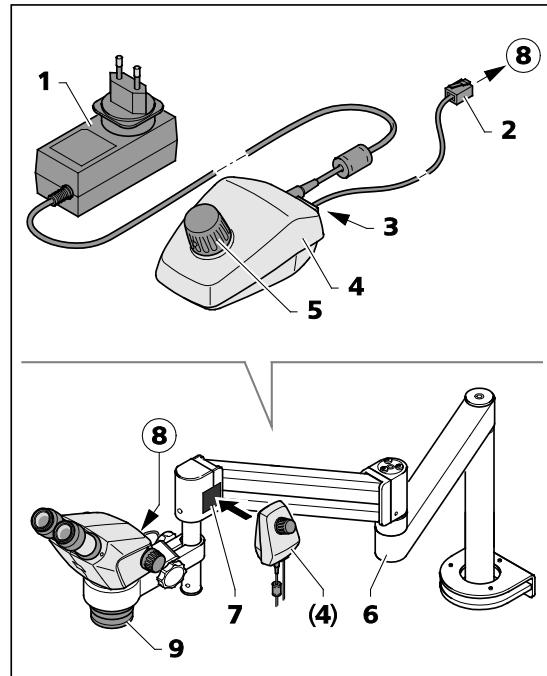

图 24 K LED 控制器
控制器 K (图 24/4) 用于在使用镜臂 A 或 U 或其它镜臂时，控制 Stemi 305 主机的垂直照射或环状光源。
- 将前端系统 0.5x/185 mm (图 24/9) 固定在显微镜主机上。
- 在使用环状光源时，通过随附的适配器（内直径 58 mm，外直径 66 mm）将其适配在前端系统 (图 24/9) 上。
- 将磁盘(图 24/7) 的吸磁面固定在摇臂镜臂上。
- 将随附的连接电缆（长 1 m）(图 24/2) 插入显微镜主机和环状光源插槽 (图 24/8) 以及控制器 K (图 24/4) 背面插槽 (图 24/3)。
- 将控制器 K (图 24/4) 放置在磁盘 (图 24/7) 上。
- 用电源 (图 24/1) 将控制器 K 通上电。
- 调整摇臂镜臂 (图 24/6)，使其达到符合人类工 程学的工作位置。
- 按下控制器 K 的旋钮 (图 24/5) 打开垂直照射 (或环状电源)，并旋转旋钮设置照射强度。